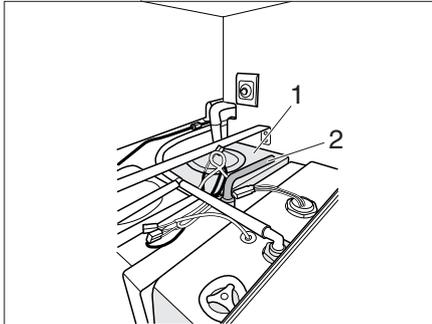

Bild 71 Bedienung Abwasserhahn
- ▶ Zum Öffnen des Abwasserhahns den Hebel (Bild 71,2) drehen.
- ▶ Abwassertank (Bild 71,1) vollständig entleeren.
- ▶ Zum Schließen des Abwasserhahns den Hebel (Bild 71,2) bis zum Anschlag zurückdrehen.